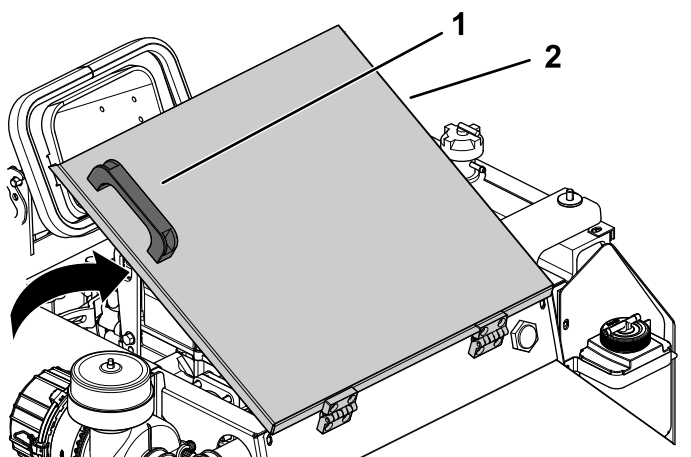

図 57
2. エンジンアクセスカバーについている取っ手でカバーを持ち上げると、エンジンにアクセスできるようになる **図 57**。